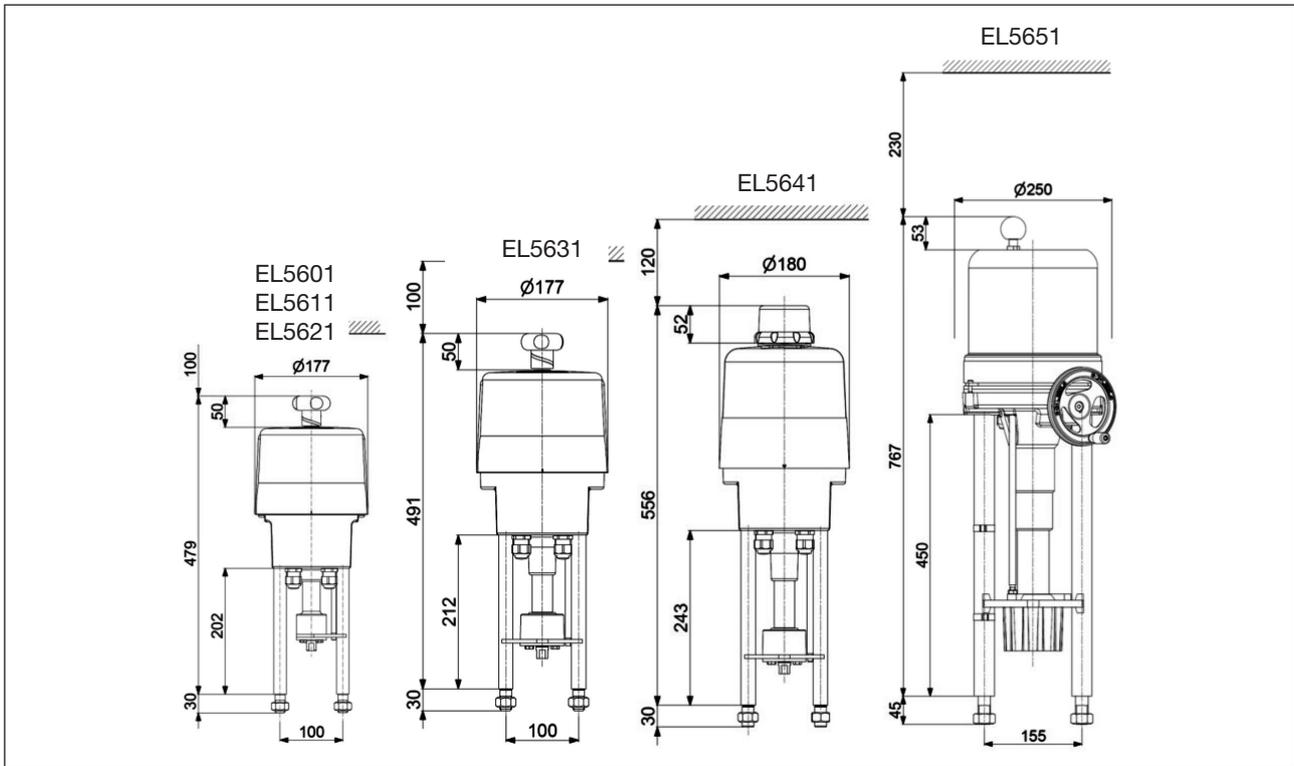

Bild 1
- Die Antriebe müssen mit ausreichend Freiraum zum Abnehmen der Haube eingebaut werden (Bild 1, Maße der Standardantriebe).